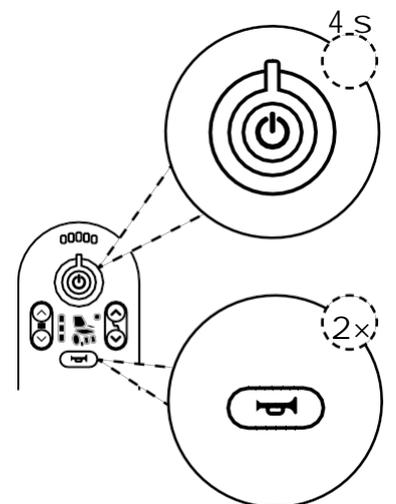

Fig. 5.9 Chiusura a chiave del LINX REM211.
2. Per disattivare il blocco tasti, premere l'interruttore principale e attendere che le spie verde e gialla e il LED rosso lampeggiano. Quindi premere entro 10 secondi il pulsante dell'avvisatore acustico per 10 secondi, vedi Fig. 5.9. La centralina si accende.